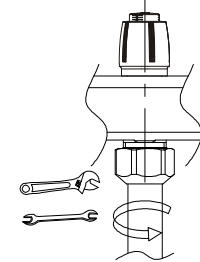

图5:
- ⑩、6354用手旋转手轮调节到指定刻度达到所需流量即可。（图5）